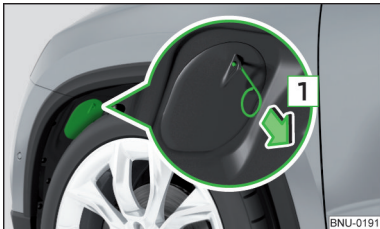

Abb. 341
- › Die Vorderräder so einstellen, dass die jeweilige Abdeckung im vorderen Radhaus zugänglich ist » Abb. 341.
- › Die Abdeckung in die zugehörige Öffnung einsetzen und eindrücken » Abb. 341. Die Abdeckung muss sicher einrasten.